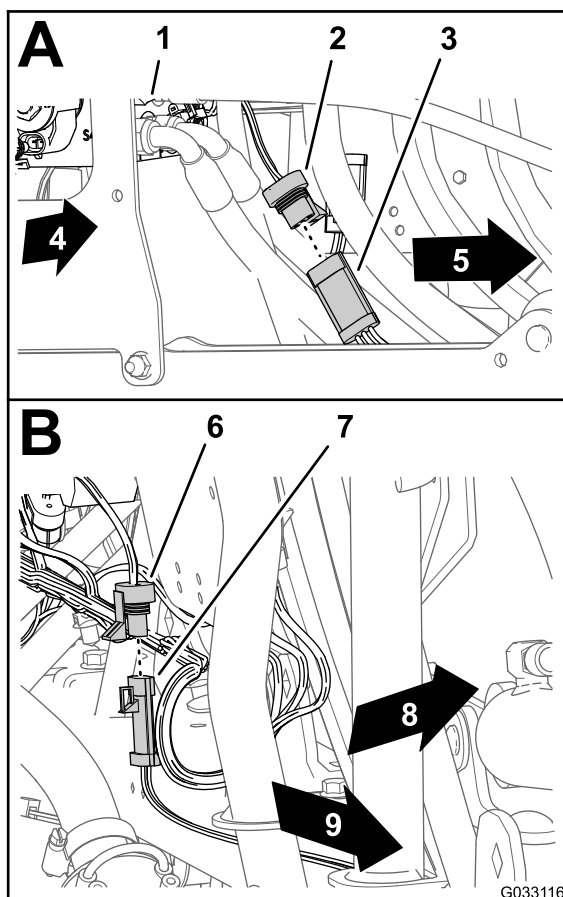

Рисунок 144
1. Подсоедините 3-гнездовой разъем жгута проводов комплекта ультразвукового выравнивания стрелы к 3-штыревому разъему кабеля правого ультразвукового датчика (вид А на Рисунок 144).
2. Подсоедините 3-гнездовой разъем жгута проводов комплекта ультразвукового выравнивания стрелы к 3-штыревому разъему кабеля левого ультразвукового датчика (вид В на Рисунок 144).